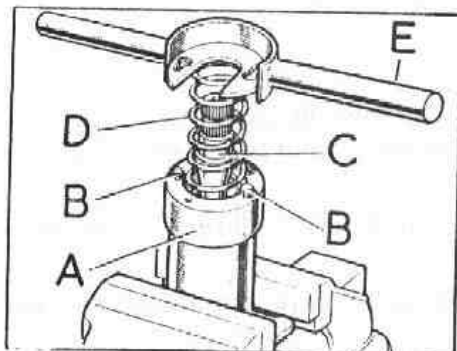

Fig. G-56 Muelle dispuesto para su montaje
- 3.5 Introducir la arandela para el muelle en la caja y colocar los tornillos B, (Fig. G-56) en la caja, en puntos diametralmente opuestos.